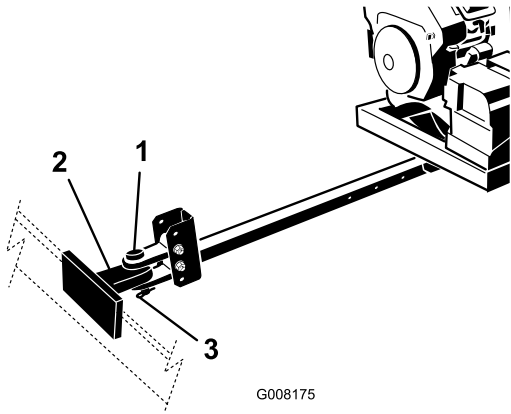

图5
4. 使用挂钩销和 U 形销将吹风机挂钩连接到牵引车挂钩上（图5）。